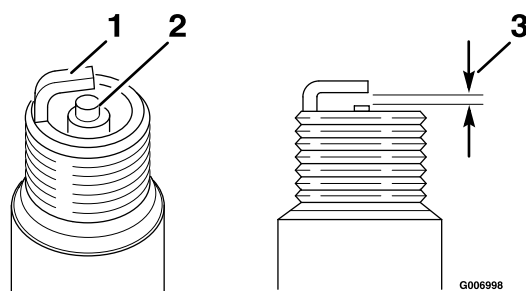

Figura 21
5. Impostate la distanza sul tappo a 0,76 mm, fate riferimento a Figura 21.